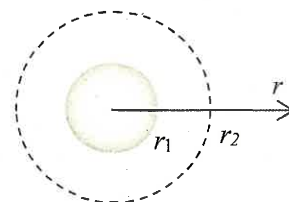

図 2 球からの拡散 Fig.2 Diffusion from a sphere
(1) 装置 A, B の名称, およびその役割を明記せよ。また, この分離システムが, 酢酸/水の分離に採用された理由を述べよ。
(2) 装置 A 内では, 抽出液あるいは抽残液はエマルジョン(オイル中の水滴 (W/O) あるいは水中のオイル (O/W))として存在し, その球状液滴の表面から溶質(酢酸)が拡散する(図 2)。この球状液滴表面(半径: $r = r_1$)の酢酸濃度を C_{A1} [mol m^{-3}] とし, 酢酸は乱れのない流体層を拡散する。また, 十分離れた距離では $C_A = 0$ とみなせるとする。以下の間に答えよ。
(1) Answer the names and roles of Equipment-A and -B, respectively. In addition, explain why the present separation system is applied to the separation of acetic acid/ water.
(2) In Equipment-A, extract or raffinate is emulsified (water droplet in oil (W/O) or oil droplet in water (O/W)), and solutes (acetic acid) diffuse from the surface of the spherical droplet (Fig. 2). Concentration of acetic acid is C_{A1} [mol m^{-3}] at the surface of the droplet (radius: $r = r_1$) and $C_A = 0$ at a long distance from the droplet, respectively. Acetic acid diffuses across a stagnant fluid layer. Answer the following questions.